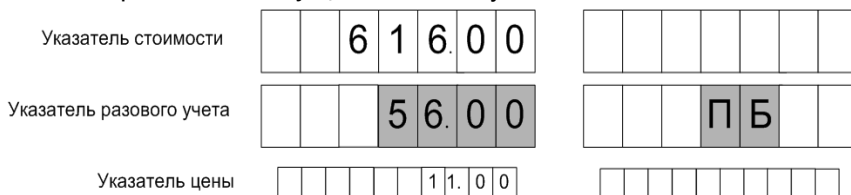

Рисунок 8
11.2 Доза на устройство задается оператором с помощью СУ. В начале нового налива, когда колонка готова к отпуску топлива, мигающими символами в средней строке ЖКИ отображается значение заданной дозы, а в случае отпуска "до полного бака" – символы "ПБ" (рисунок 8). Это предоставляет удобный способ определить, когда можно начать налив, а также убедиться, что задано требуемое количество топлива. Для запуска налива необходимо нажать кнопку "Пуск", после чего значения стоимости и объема на табло обнуляются. С этих пор на табло отображается *отпущенная* на текущий момент доза.